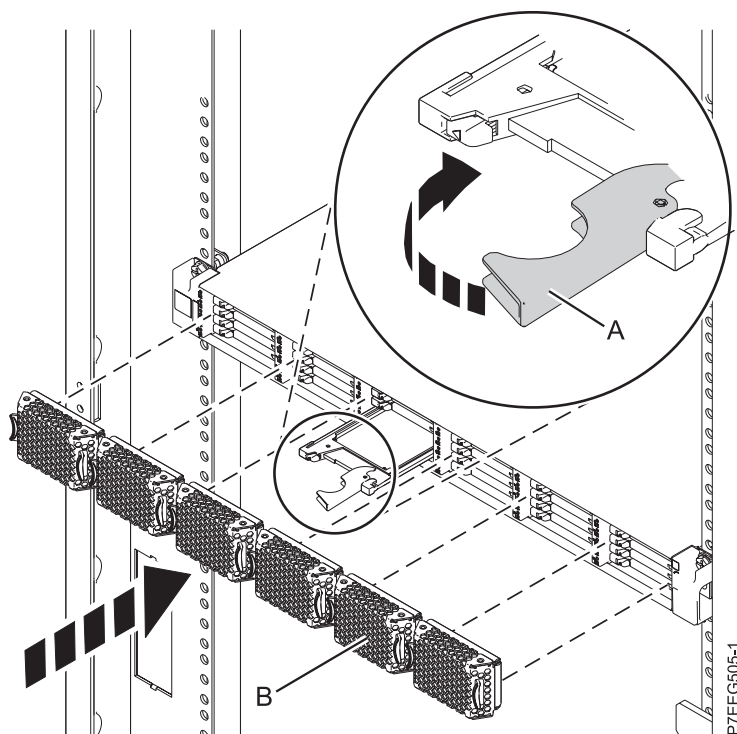

Figura 45. Sustitución de una unidad de estado sólido en Alojamiento de almacenamiento PCIe de EDR1.
3. Gire el asa (A) hasta la posición de bloqueo, como se muestra en Figura 45.
4. Instale la placa frontal (B).